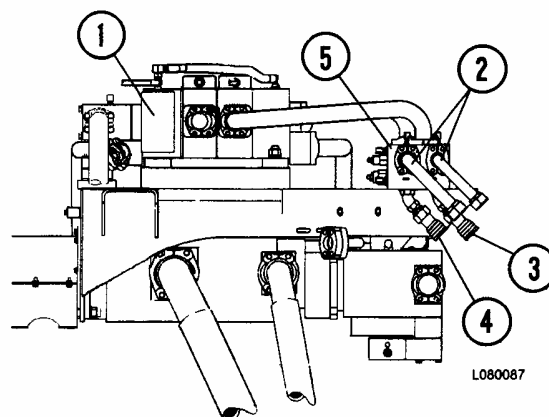

FIGURA 8-27. MODULO DE LA BOMBA, CONEXION DE LA MANGUERA
En el ejemplo a continuación, la Figura 8-27 ilustra una conexión típica del camión operativo. El camión inoperativo puede ser otro del mismo modelo, o un modelo Komatsu diferente.
1. Con el camión operativo estacionado lo más cerca posible del camión inoperativo, conecte una manguera desde el desconector rápido de **elevación** (4, Figura 8-27) al circuito de **descenso** del camión inoperativo. La manguera debe tener capacidad para soportar 17.000 kPa (2500 psi) o una presión superior.
2. Conecte otra manguera desde el desconector rápido de **descenso** (3) al circuito de **elevación** del camión inoperativo.
*NOTA: Si ambos camiones son del mismo modelo, las mangueras se instalarán en los desconectores rápidos como se muestra en la Figura 8-27 y estarán **cruzadas** al conectarlas.*